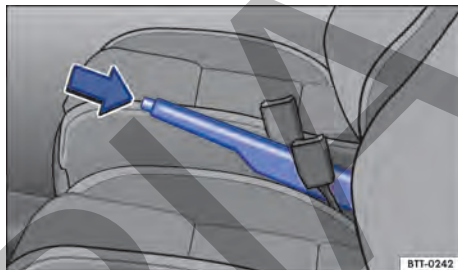

Fig. 101 Entre los asientos delanteros: palanca del freno de estacionamiento.
- Tirar de la palanca del freno de estacionamiento hacia arriba con la tecla de bloqueo presionada → fig. 101 (flecha).
- Tirar de la palanca del freno de estacionamiento un poco hacia arriba y presionar la tecla de bloqueo → fig. 101 (flecha).